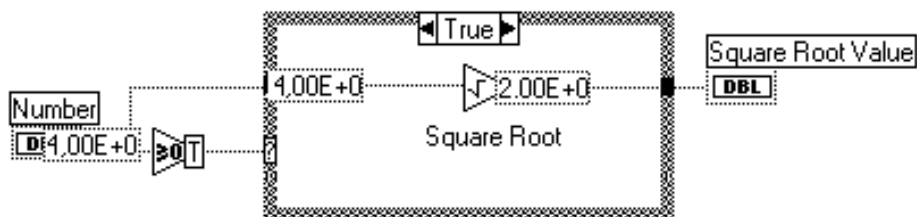

Рисунок 4.7. Работа ВП в режиме анимации
3. Промежуточные результаты вычислений, полученные при работе ВП, можно отслеживать в *режиме анимации*. Этот режим включается и выключается при помощи кнопки, содержащей изображение “лампочки”. В этом режиме ВП работает “сам”, но в замедленном темпе. При этом текущее местоположение вычислительного процесса помечается круглой “фишкой”, а промежуточные значения отображаются в текстовых “метках”, связанных с функциональными узлами (см. рисунок 4.7).